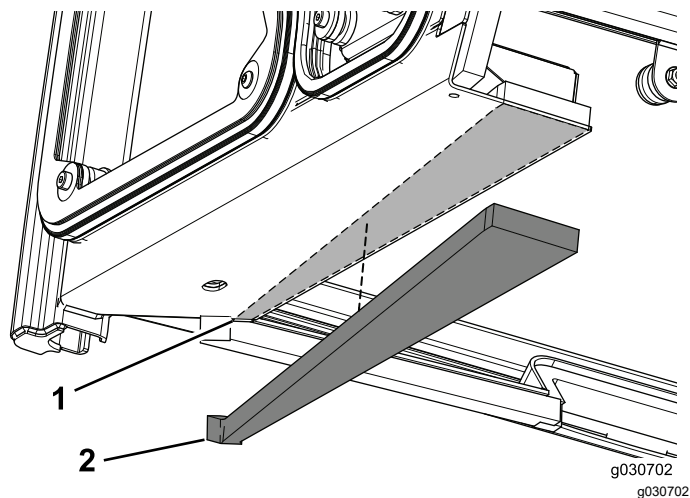

図 14
1. キャブユニットの左前側エッジからおよそ 3 mm 離して、左用シールを取り付ける図 14。